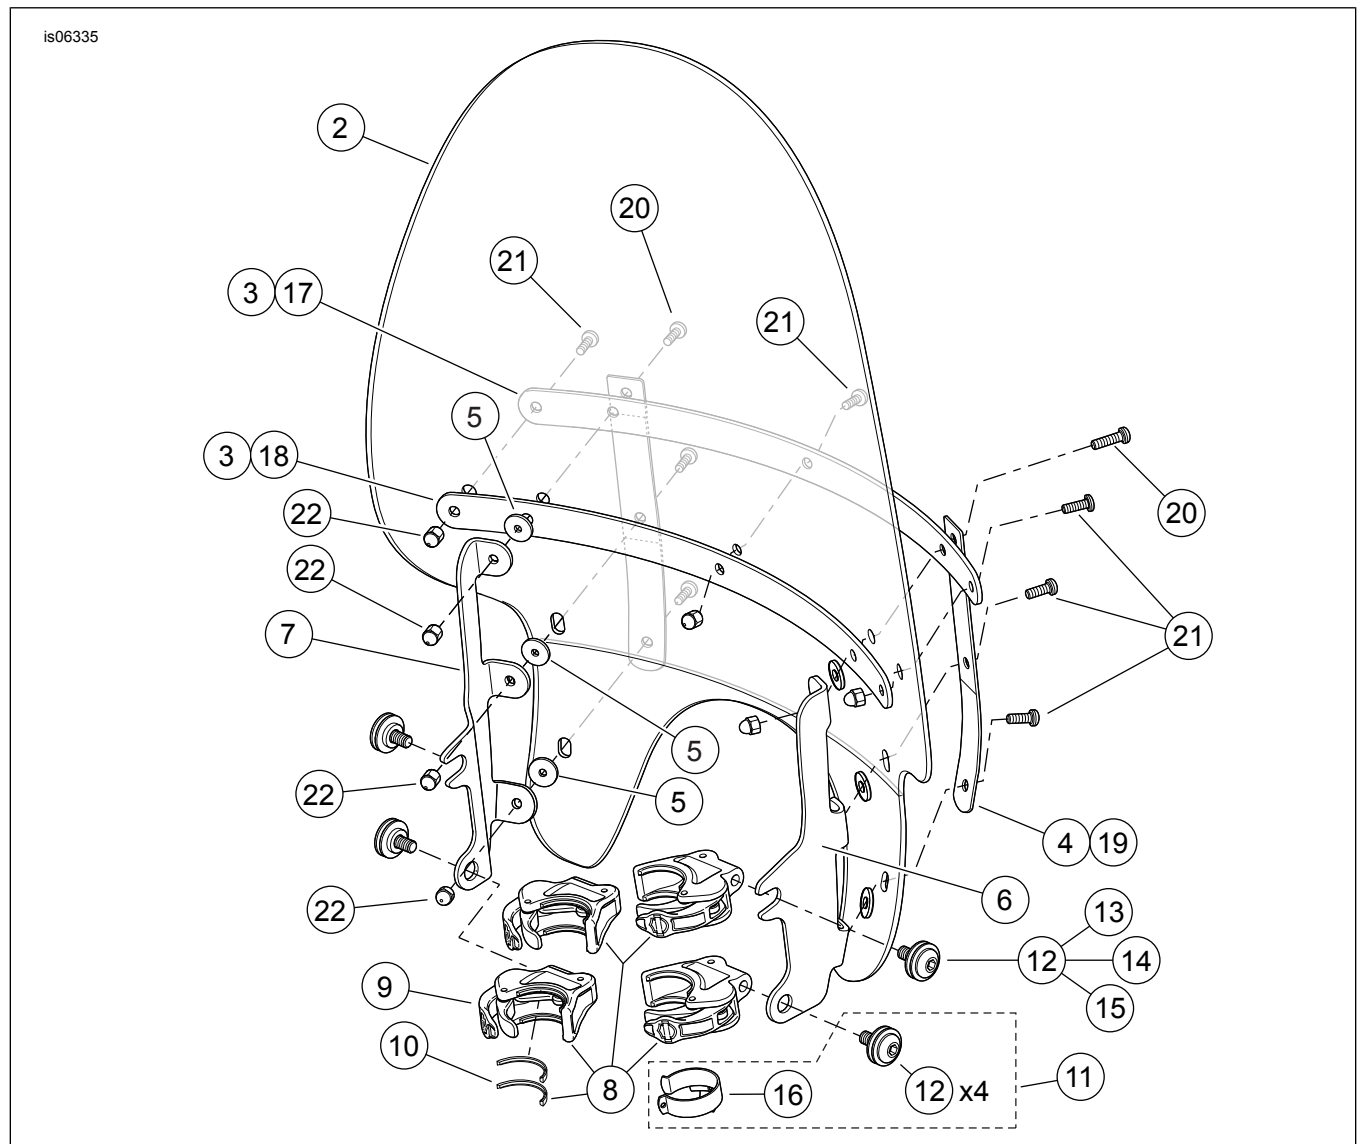

Figure 2. Mga Pamalit na Bahagi, XL1200X Mabilis na Release na Windshield
Tingnan ang Figure 2 at Talahanayan 2.
2. Tingnan ang Figure 2. Alisin ang mga assembly ng clamp (8) at kit ng hardware (11) mula sa pagkakabalot nito, at ihiwalay ang kahalintulad na mga parte bilang paghahanda sa pagbubuo nito.
3. **Lahat ng mga kit.** Igitna ang windshield sa paligid ng headlamp, at ilagay ang mga clamp sa mga fork tube. Tingnan ang Figure 2 . I-snap ang clip ng kable ng throttle (16) sa paligid ng kanang panig na fork tube, at iruta ang mga kable ng throttle sa butas ng gabay.